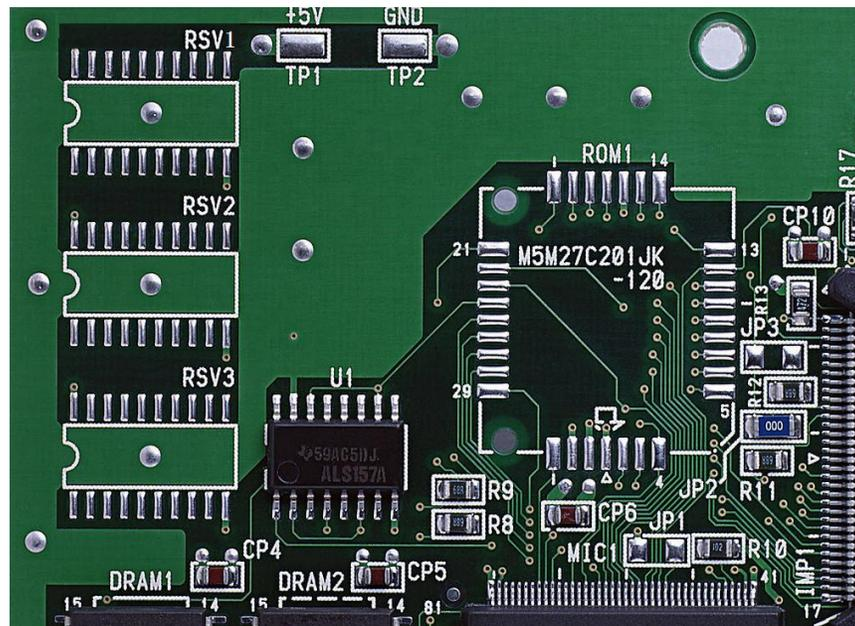

图1-20 双面板实例
2) 双面板。这种电路板的两面都有布线。若要用上两面的导线，必须要在两面间有适当的电路连接。这种电路间的“桥梁”称为导孔（via）。导孔是在PCB上充满或涂上金属的孔洞，它可以与两面的导线相连接。因为双面板的面积比单面板大了一倍，而且由于布线可以互相交错（可以绕到另一面），所以它更适合用在设计更复杂的电路中。双面板实例如图1-20所示。